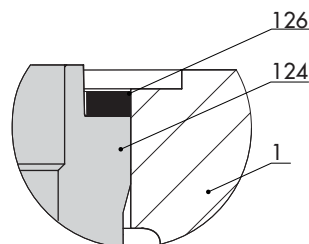

Fig. 9-3: Junta (126)
1. Desenroscar poco a poco y en cruz las tuercas del cuerpo (14).
2. Levantar el puente (60), la parte superior (2) y el obturador con vástago del obturador (5) del cuerpo (1).
3. Sacar la junta plana (17), las arandelas de compensación (125) y las junta (126).
5. Medir la cantidad de juntas (126) requeridas como se describe en el cap. 9.4.5. Colocar juntas (126) nuevas en la ranura del retén del asiento (124), ver Fig. 9-3.